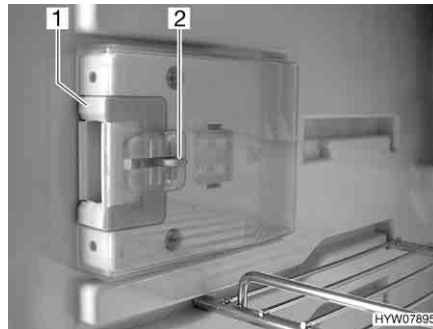
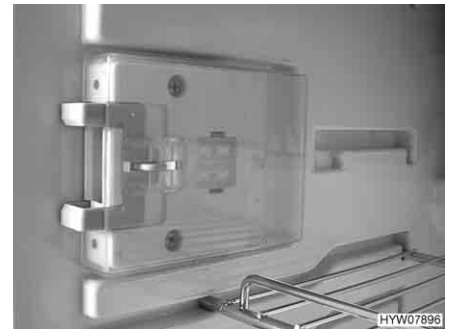

Fig. 221 Dispositif de fermeture en position normale
Fig. 222 Dispositif de fermeture en position de ventilation
- Presser le bouton de déverrouillage (Fig. 221,2).
- Pousser le dispositif de fermeture (Fig. 221,1) vers l'avant (Fig. 222).